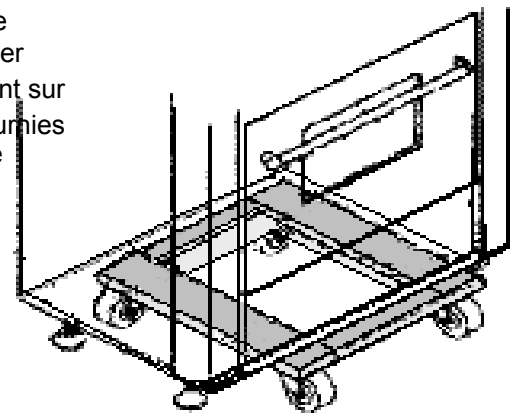

Figure 7: Positionnement De La Plate-forme À Roulettes
- En raison du poids de la cuisinière, il vaut mieux la déplacer à l'aide d'une plate-forme à roulettes souples ou d'un appareil de levage. Le poids doit être uniformément réparti sur la plate-forme (voir Figure 7).